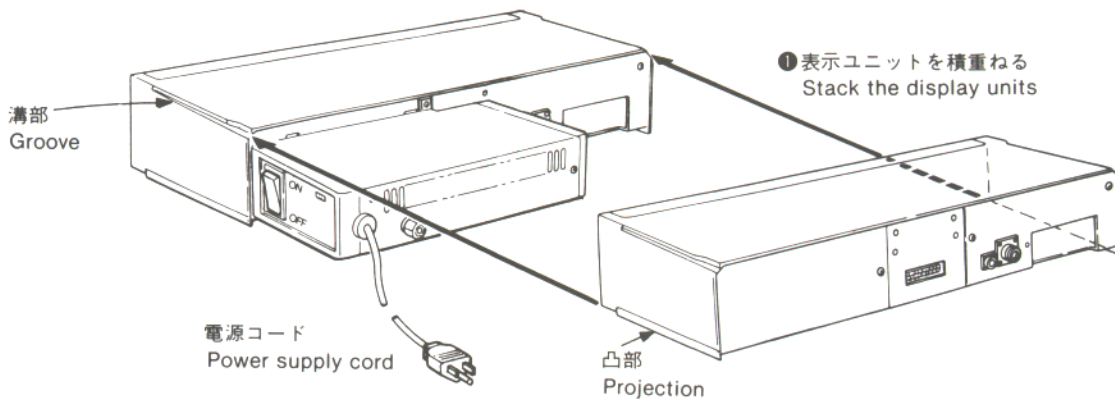

Fig. 5-2
- ①背面より表示ユニット上面両側の溝にユニット下面の凸部をスライドさせてはめ込み、上下の表示ユニットを揃えます。(Fig.5-2)
- ① Fit the lower-edge hooks of one LH20 unit in the grooves cut on the upper edges of another unit, and slide one over the other and align. (Fig. 5-2)